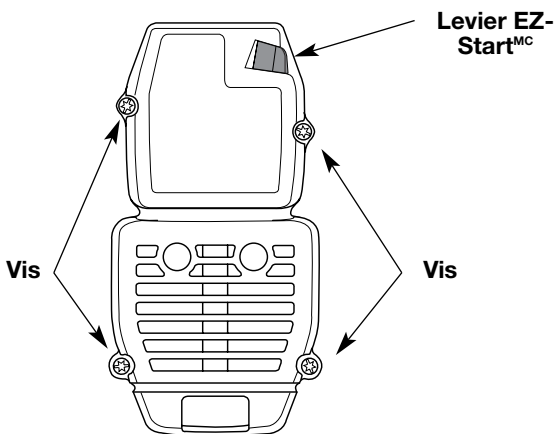

Fig. 23
1. Retirez les quatre vis retenant le couvercle (Fig. 23). Servez-vous d'un tournevis à mèche T20 Torx.
2. Insérez les quatre (4) vis dans les trous du filtre à air/couvercle du silencieux (Fig. 23) et vissez sans trop serrer.